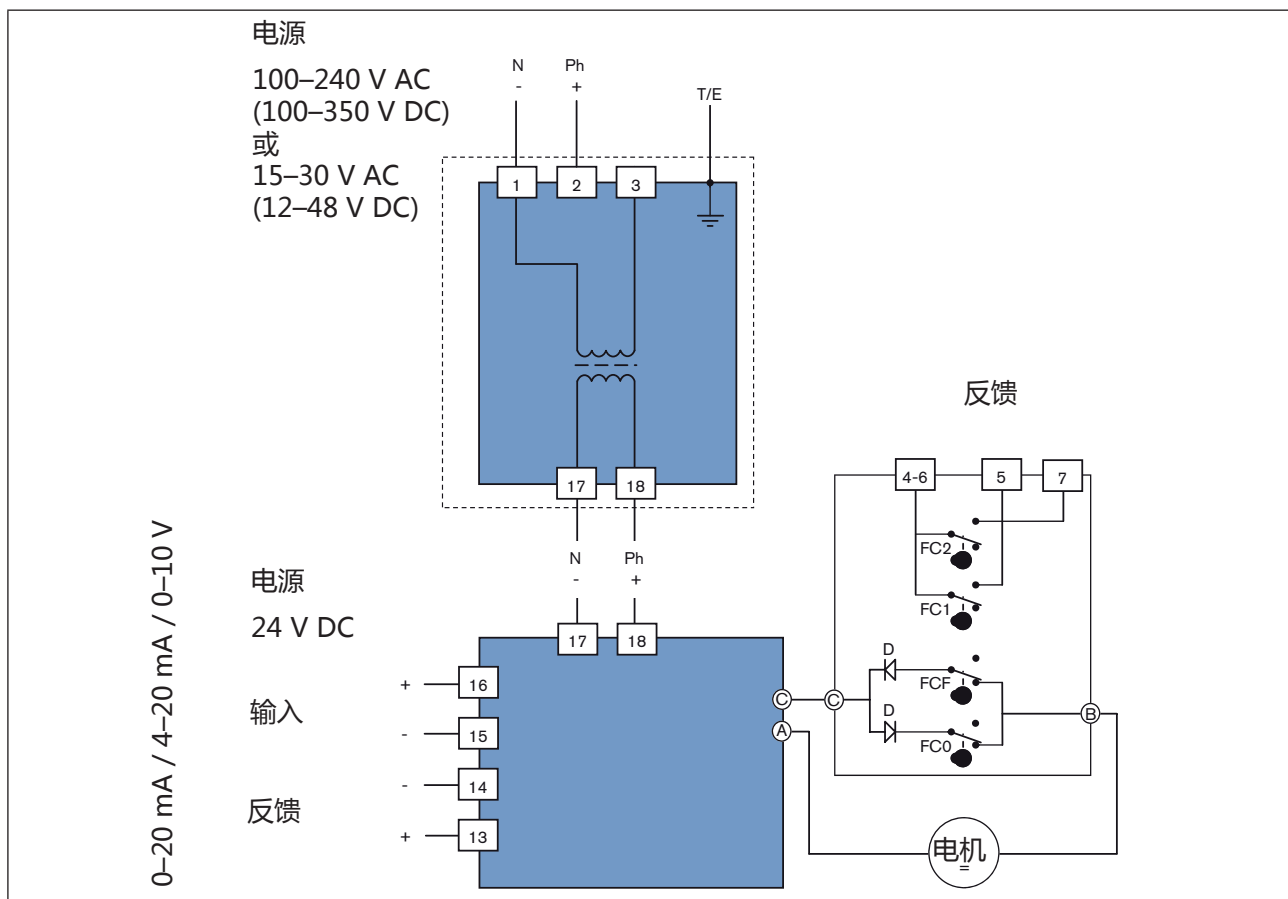

图 20： 电路图
- 根据电路图 (参见“图 20”) 将电缆连接到电源电路板位置 14 的端子块上 (参见“图 1”和“图 2”)。
→ 根据电路图将电缆连接到端子块 12（参见“图 1”和“图 2”）（参见“图 20”）。